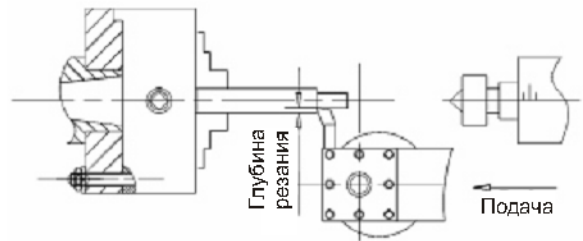

Рисунок 13
10.1 Обработка продольной подачей (рисунок 13)